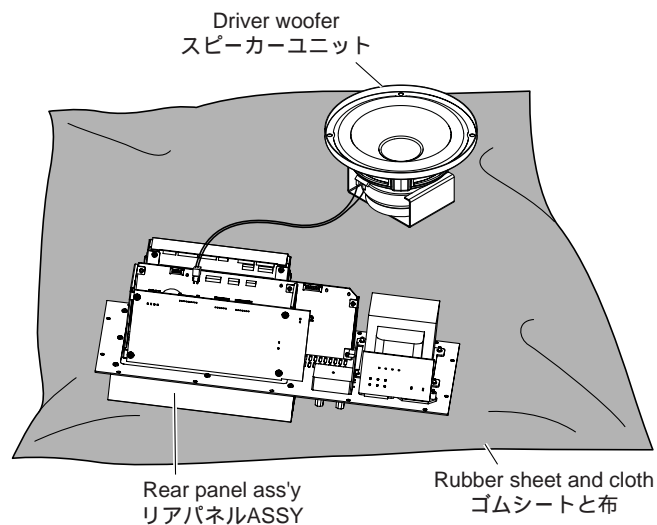

Fig. 8
- Spread the rubber sheet and cloth for insulation purpose and place the rear panel ass'y on them. (Fig. 8)
- ゴムシートと布を敷き、その上にリアパネルASSYを置いてチェックします。(Fig. 8)